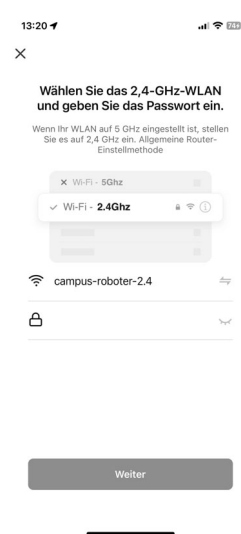

Abb. 3
- ▶ Geben Sie im nächsten Schritt das Passwort Ihres WLAN-Netzwerks ein (Abb. 3) und tippen Sie anschließend auf **WEITER**.